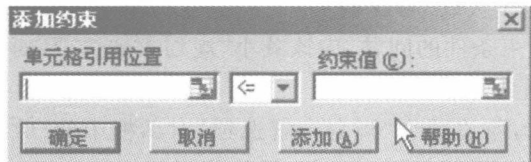

图 2-6 “添加约束”对话框
(1) 首先在表格上建立模型,然后单击“规划求解”按钮,出现“规划求解参数”的对话框。
(2) 在“设置目标单元格”框中,输入目标单元格的单元格引用(用于表示单元格在工作表上所处位置的坐标集。例如,显示在第 B 列和第 3 行交叉处的单元格,其引用形式为“B3”)或名称(代表单元格、单元格区域、公式或常量值的单词或字符串。名称更易于理解,例如,“产品”可以引用难以理解的区域“Sales! C20:C30”)。目标单元格必须包含公式。
(3) 若要使目标单元格中数值最大,请单击“最大值”按钮。若要使目标单元格中数值最小,请单击“最小值”按钮。若要使目标单元格中数值为确定值,请单击“值为”按钮,再在编辑框中键入数值。
(4) 在“可变单元格”框中,输入每个可变单元格的名称或引用,用逗号分隔不相邻的引用。可变单元格必须直接或间接与目标单元格相联系。最多可以指定 200 个可变单元格。若要使“规划求解”基于目标单元格自动设定可变单元格,请单击“推测”按钮。
(5) 在“规划求解参数”对话框的“约束”下,单击“添加”按钮,见图 2-6。